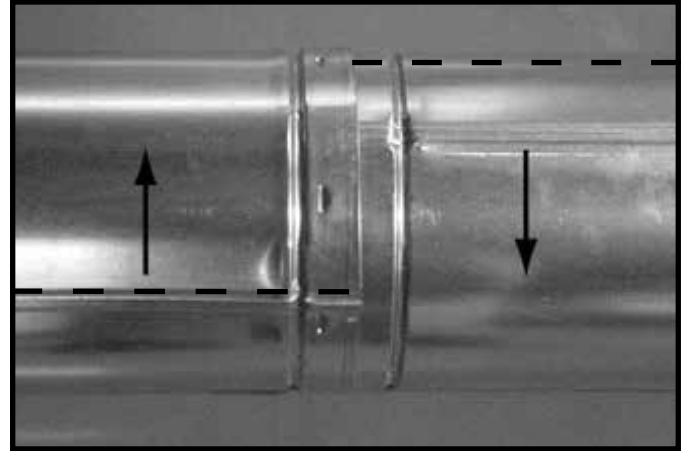

Figure 10.7 Rotation des cordons de soudure pour le démontage
- Faites tourner l'une ou l'autre des sections (voir la figure 10.7) afin que les cordons de soudure des deux sections de conduit soient alignés comme le montre la figure 10.8.